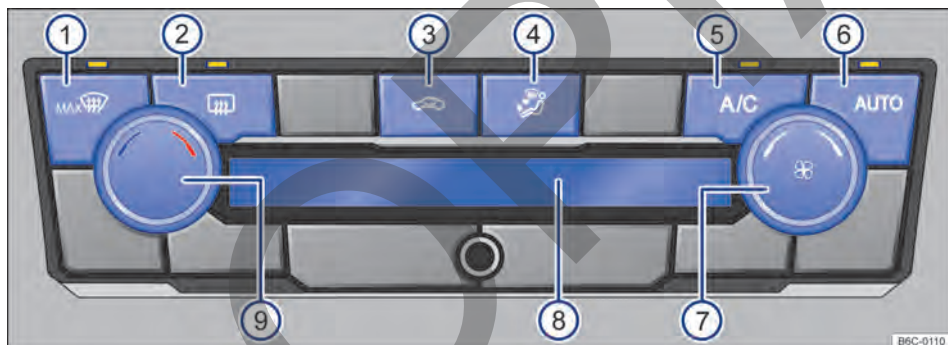

Fig. 81 Comandos del Climatronic.
- **Climatronic:** girar el regulador del ventilador a la izquierda hasta el tope → fig. 81 (9)
Con la tecla **AUTO** → fig. 81 (6) se puede encender el modo automático del Climatronic.
al automático se apaga cuando la ventilación se cambia manualmente o con el cambio de la distribución de aire al presionar la tecla → fig. 81 (4).
- **Climatronic:** girar el regulador giratorio izquierdo → fig. 81 (9).
En la pantalla del Climatronic → fig. 81 (8) se indica la temperatura ajustada. ▶
- *Climatronic*: girar el regulador del ventilador → fig. 81 ⑦.
- *Climatronic*: presionar la tecla → fig. 81 ④ a la posición deseada, la distribución seleccionada se indicará en la pantalla ⑧.
- *Climatronic*: presionar la tecla  → fig. 81 ①.